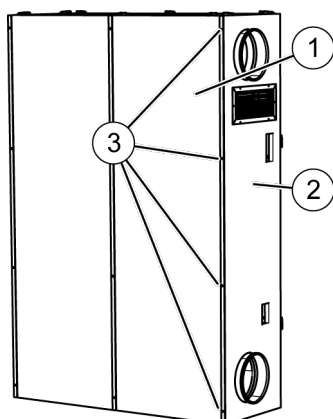

Abb. 43: Verkleidungen verschrauben
- 32.** Linke (Abb. 43/2) und hintere linke Verkleidung (Abb. 43/1) miteinander verschrauben (Abb. 43/3).